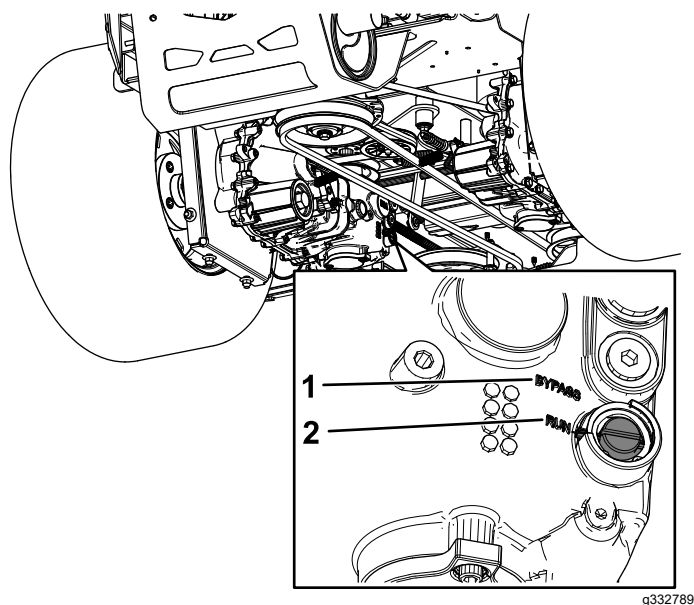

Figure 39
3. Avec un tournevis à lame plate, tournez les deux cames à la position de dérivation (BYPASS) (Figure 39).
5. Pour utiliser la machine, tournez les deux cames de dérivation à la position de marche (RUN) (Figure 39).